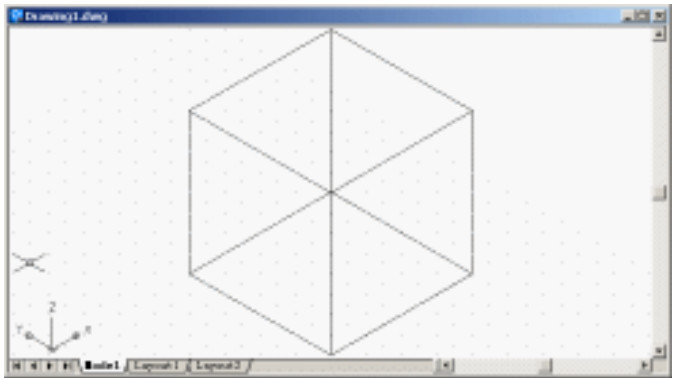

图 15.4 转换视图
(3) 选择【View】|【3D Views】|【SW isometric view】命令，转换视图，效果如图 15.4 所示。